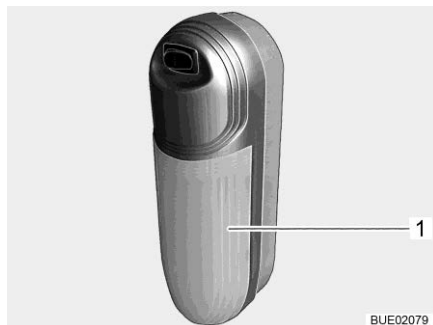

Bild 297 Påbyggnadslampa
- Transparent kåpa (Bild 297,1) lätt att dra ur från kontakten och ta bort.